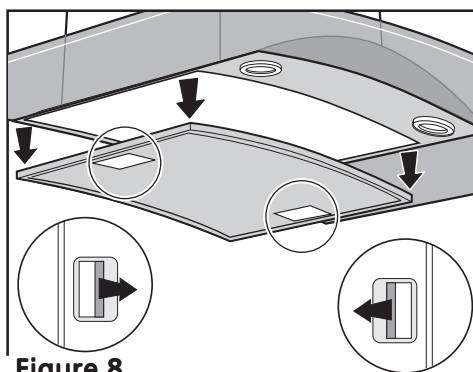

Figure 8
- Pousser chaque poignée au milieu et vers le bas (Figure 8).